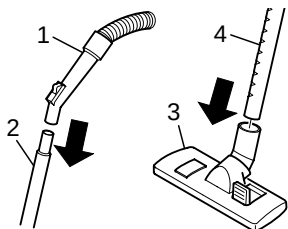

Abb. 3
3. Stecken Sie den Handgriff (Abb. 3/1) in das obere Ende des Metallsteck- bzw. des Teleskoprohres (Abb. 3/2).
4. Stecken Sie die Bodendüse (Abb. 3/3) auf das untere Ende des Metallsteck- bzw. Teleskoprohres (Abb. 3/4).